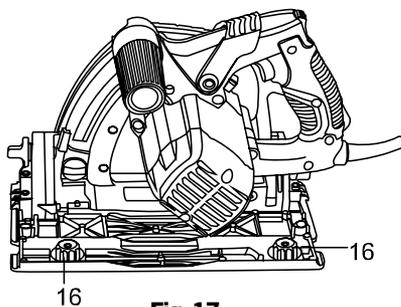

Fig. 17
7. Réglez les régleurs de tension de rail (16) à la tension minimum avant de placer la scie sur le rail (Fig. 17).